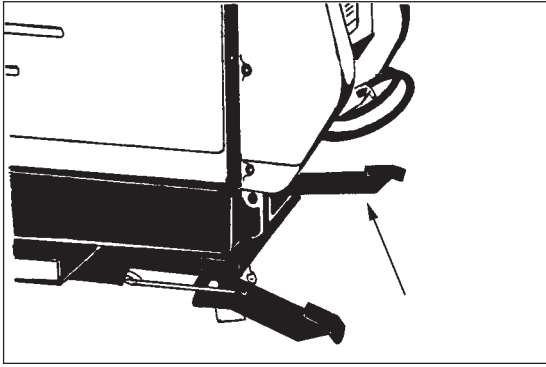

Figure 19
3. Push down on the headlift pedal to raise the housing to its highest position. See Figure 19.
3. Abaissez la pédale de relevage de la tête pour amener l'ensemble du disque dans sa position la plus haute. Voir figure 19.